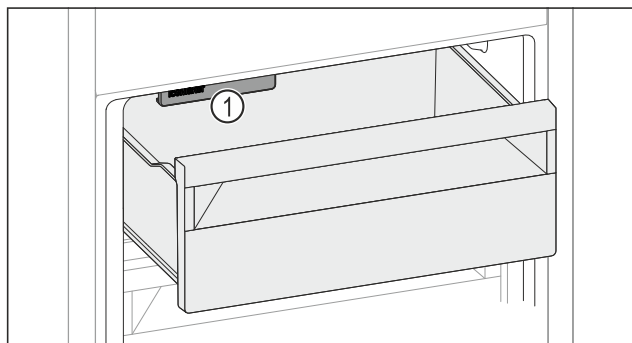

Fig. 140
- ▶ 请考虑 IceMaker Fig. 140 (1)。